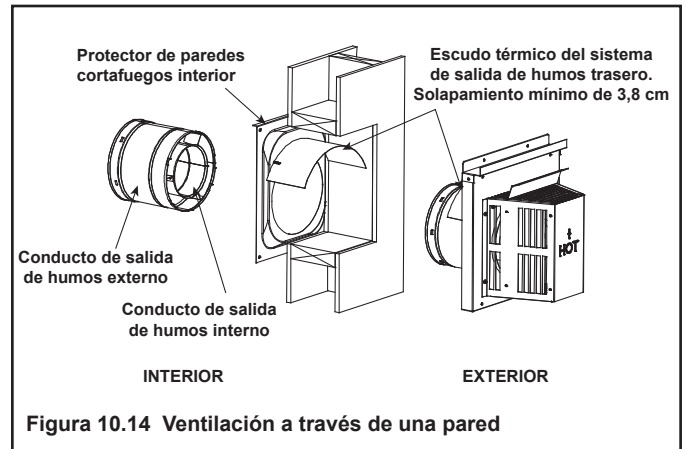

Figura 10.14 Ventilación a través de una pared
- Una sección del escudo térmico se encuentra sujeta al protector de paredes cortafuegos. La otra está sujeta al respiradero de la misma manera (consulte la Figura 10.14).
- La pequeña patilla del escudo de protección descansa sobre la parte superior del conducto de salida de humos para separarlo lo suficiente del mismo (véase la Figura 10.14).
- **NO** retire los escudos térmicos del protector de paredes cortafuegos y el respiradero (consulte la Figura 10.14).
El escudo térmico tiene dos secciones. Una de las secciones está unida al protector de paredes cortafuegos. La otra está unida al respiradero. Consulte la Figura 10.14.